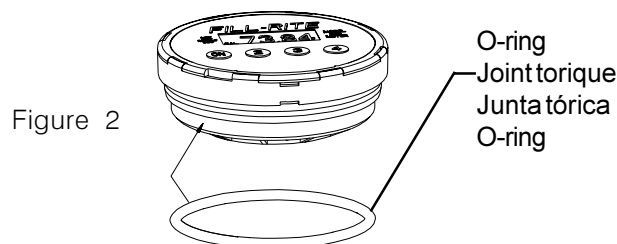

Figure 2
3. Re-install the o-ring on the meter cover (see Figure 2).
3. Réinstallez le joint torique sur le couvercle du débitmètre (voir la figure 2).
3. Den O-Ring wieder im Deckel des Flussmessers installieren (siehe Abbildung 2).